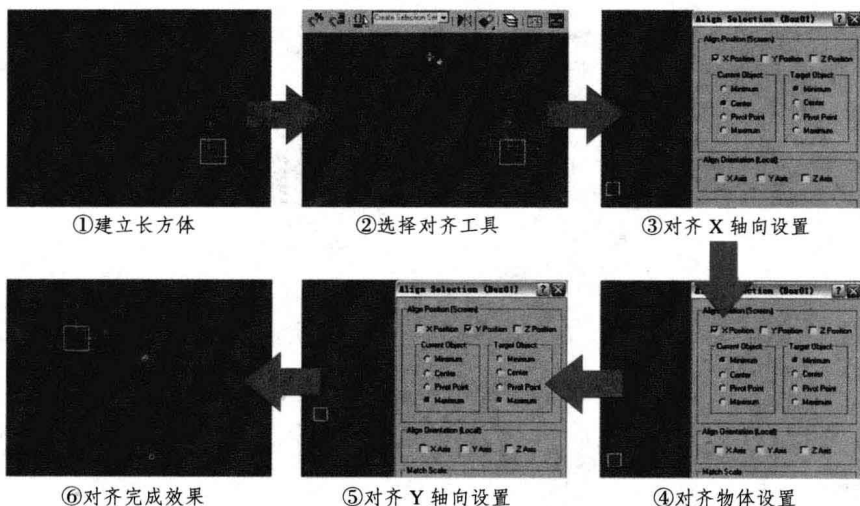

图 3-1 边缘对齐总流程（步骤）图
四、制作流程及技巧分析 制作本例时，建立一大一小两个长方体，先选择小长方体并使用对齐工具拾取大长方体，对齐到左上角位置的方式需要先执行一次 X 轴，然后再次应用对齐工具执行一次 Y 轴即可。本例分为 6 个制作总流程（步骤）：①建立长方体、②选择对齐工具、③对齐 X 轴向设置、④对齐物体设置、⑤对齐 Y 轴向设置、⑥对齐完成效果，见图 3-1。